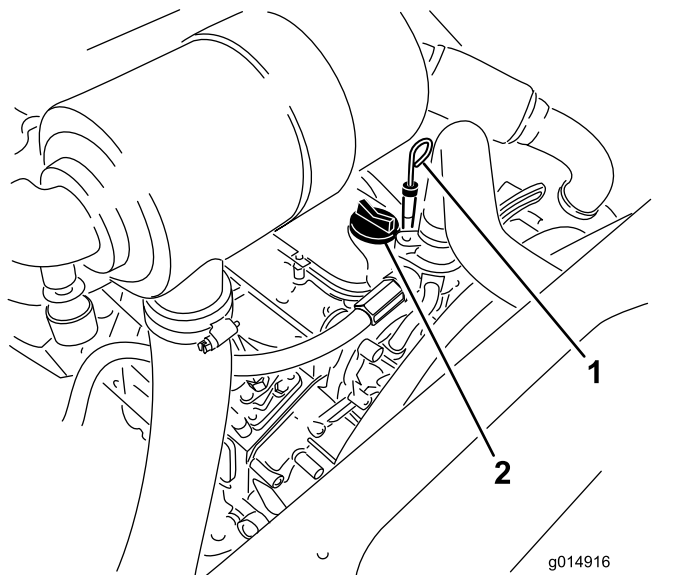

Bild 35
3. Nehmen Sie den Peilstab heraus und wischen Sie ihn ab. Stecken Sie ihn dann ein (Bild 35).
5. Wenn der Ölstand unter der VOLL-Markierung liegt, nehmen Sie den Fülldeckel ab (Bild 35) und gießen Sie genug Öl ein, um den Ölstand bis zur VOLL-Markierung am Peilstab anzuheben. **Füllen Sie nicht zu viel ein.**